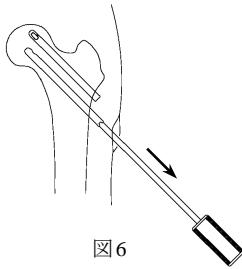

図6
- 6) SB フィックスのアウターが固着して専用抜去器で抜去できない場合、インナーを抜去した後、アウター抜去器をインプラントのアウターに接続し、用手的に抜去します。（図6）